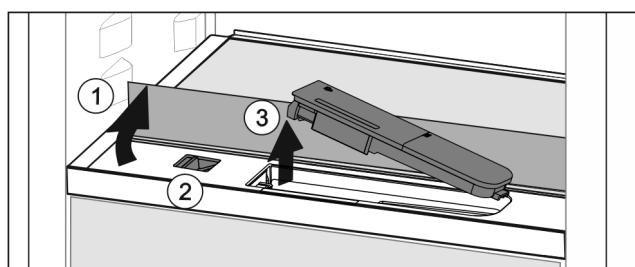

Fig. 59
- Nadvhynite sklenú dosku a až na doraz ju sklopte dozadu Fig. 59 (1).
- Potlačte posúvač Fig. 59 (2) doľava.
- Vyberte nádržku na vodu Fig. 59 (3).